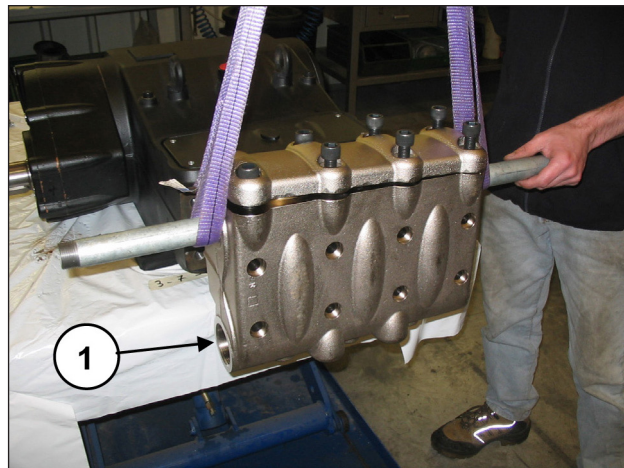
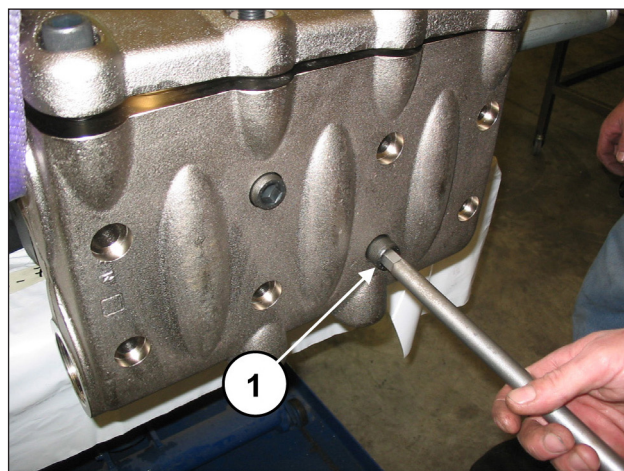

Abb. 128
Abb. 129
Bauen Sie den Kopf auf das Pumpengehäuse an (Pos. ①, Abb. 128) und achten Sie darauf, nicht gegen die Kolben zu stoßen. Ziehen Sie dann die 8 Schrauben M16x180 fest (Pos. ①, Abb. 129).
Ziehen Sie die 8 Schrauben M16x180 von den 4 Innenschrauben ausgehend über Kreuz an (siehe Abb. 128), setzen Sie den Anzug dann mit den 4 Außenschrauben ebenfalls über Kreuz fort.